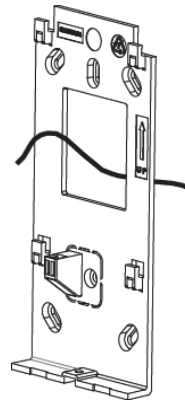

Figure 2
2. Faites passer les fils dans le trou du support de fixation (voir Figure 2).